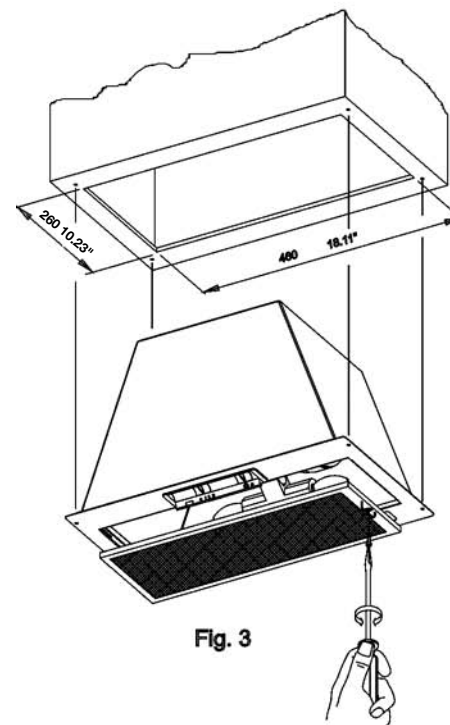

Fig. 3
- Prepare a hole in the unit measuring 10.23" x 18.11" as shown in figure 3 and screw in the extractor hood to the unit with the 4 7/12"x 13/11" screws which are provided in the accessories bag.
- Cambio de lámpara:** Antes de sustituir la lámpara asegurarse de que la campana no esté conectada. Quitar el filtro de grasa (Fig. 3) y cambiar la lámpara usando una lámpara ovalada de potencia máx. 40W. Colocar el filtro nuevamente en su lugar.
- Limpieza del filtro de grasa:** En virtud del uso y como mínimo cada mes, los filtros de grasa deberán ser desmontados (Fig. 3) y lavados en lavavajillas o en agua caliente y detergente. En el caso de utilizar lavavajillas, es recomendable colocarlos en posición vertical para evitar que los restos de comida se depositen sobre el mismo. Después de haberlos enjuagado y secado colocar-los nuevamente en su lugar, actuando de forma inversa al desmontarlos.